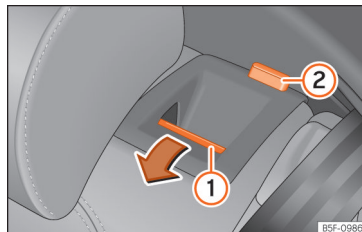

Рис. 64 Заднє сидіння: складання спинки.
- Натисніть важіль розблокування >>> рис. 64 ① і водночас опустіть спинку вперед. Якщо ви бачите червону позначку ②, отже, спинка сидіння розблокована.